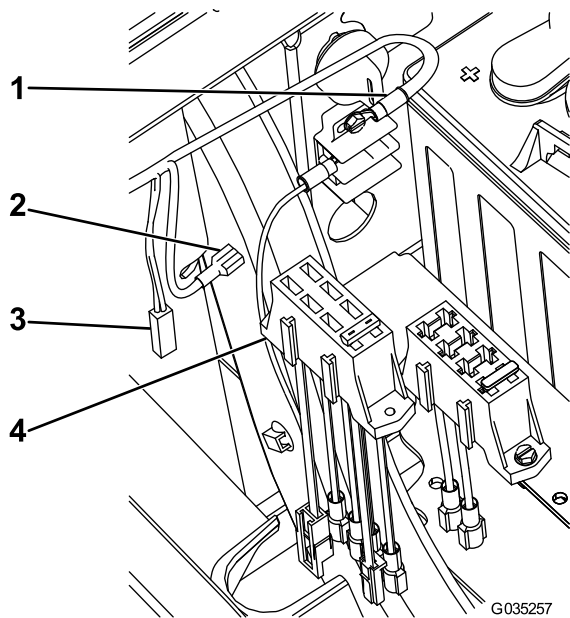

Figura 17
- Para máquinas de 2018 y anteriores, encaje el nuevo bloque de fusibles en el bloque de fusibles existente en la máquina (Figura 17).
3. Conecte el conector grande en el nuevo bloque de fusibles al cable de alimentación opcional en el bloque de fusibles existente (Figura 17).
7. Conecte el cable restante al cable con fusible en el nuevo bloque de fusibles (Figura 17).
- **Para máquinas de 2018 y anteriores**, encaje el nuevo bloque de fusibles en el bloque de fusibles existente en la máquina (Figura 17).
2. Conecte el conector grande en el nuevo bloque de fusibles al cable de alimentación opcional en el bloque de fusibles existente (Figura 17).
6. Conecte el cable restante al cable con fusible en el nuevo bloque de fusibles (Figura 17).